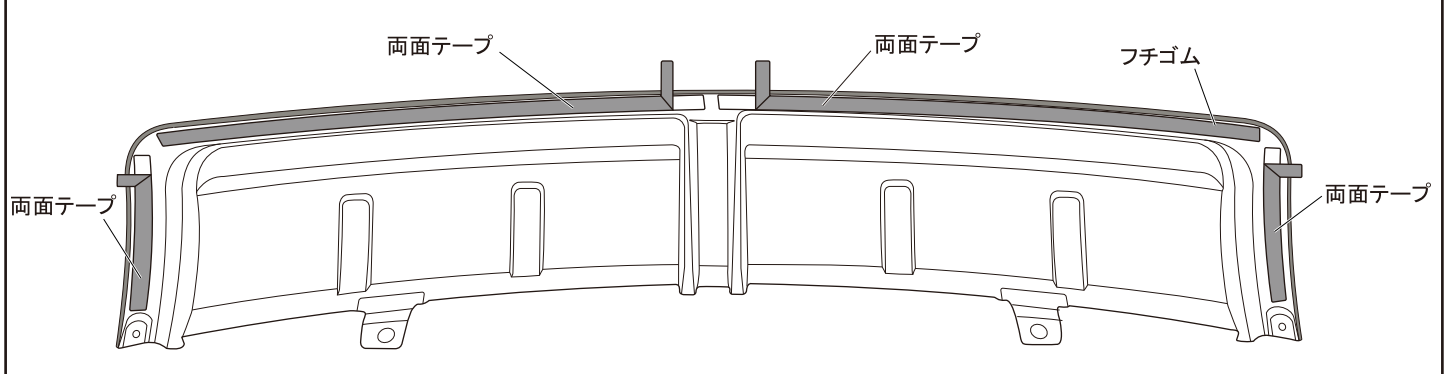

図5 ①リアアンダーガーニッシュ取付け
7. 図5を参照し、①リアアンダースポイラーを車両に宛がい、②アプセットボルトと③フランジナット、純正ファスナーで仮止めします。
8. 図5を参照し、①リアアンダーガーニッシュの位置がずれないように十分に注意しながら両面テープの離型紙を矢印の方向へ慎重に引き抜きます。